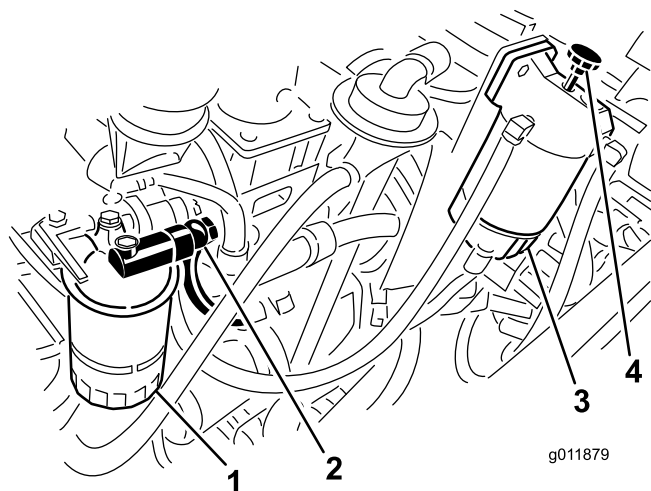

Рисунок 64
5. Ослабьте соединитель типа «банджо» на корпусе топливного фильтра (Рисунок 64).
6. Включите топливоподкачивающий насос водоотделителя (Рисунок 64) и подождите, пока из соединителя типа «банджо» не пойдет сплошной поток топлива.